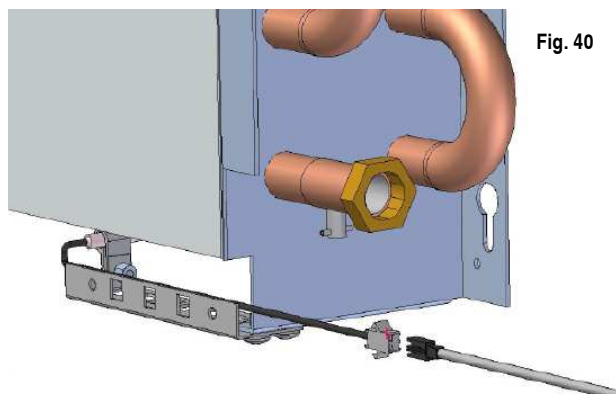

Fig. 40
6. Collegare la sonda di temperatura ambiente (fig. 40).